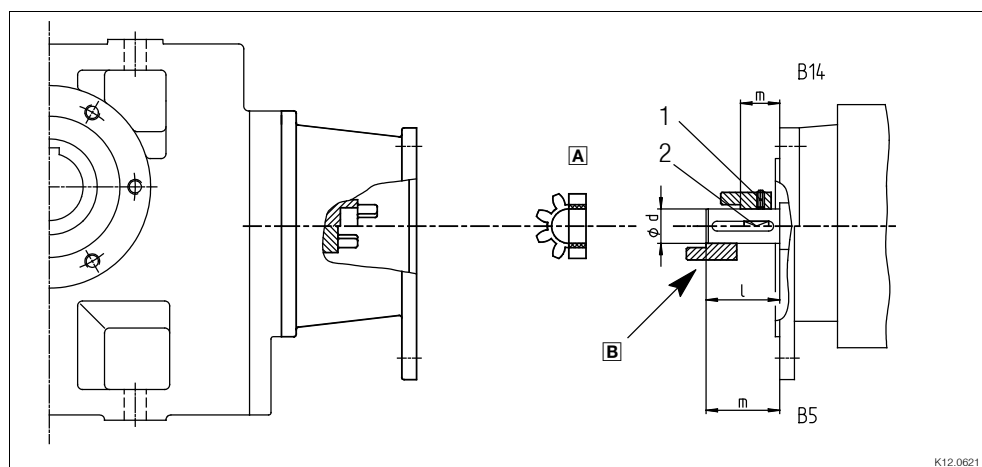

Abb. 3 Antriebsseitige Ausführung N
2. Kupplungsnahe auf die Motorwelle schieben, Montagemaß "m" (s. Abb. 3 und Tab. 3) einhalten.